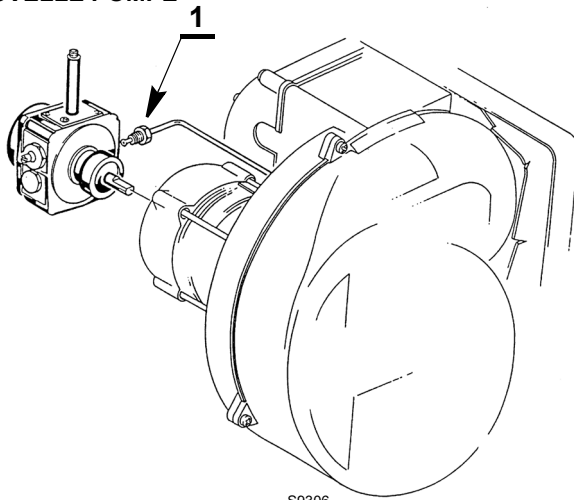

Fig. 7
- Serrer le raccord 1) (Fig. 7) à un couple de serrage de 15 Nm ± 1 Nm.